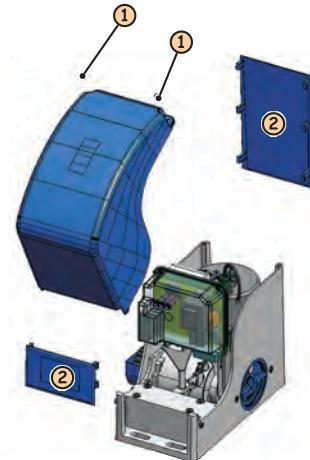

Fig. 8
- ① Enlever le couvercle en dévissant complètement les deux vis de fixation supérieures (Fig. 8 réf. ①).
- ② Tourner le couvercle d'environ 30° et tirer vers le haut.
- ③ Extraire les 2 protections latérales (Fig. 8 réf. ②).